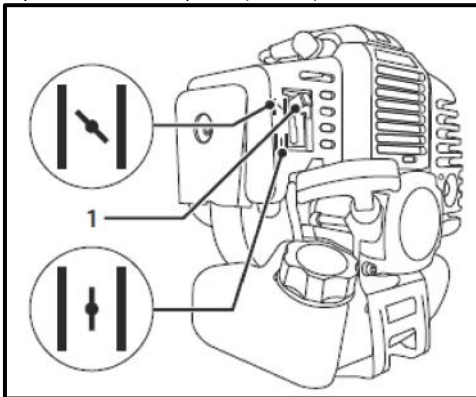
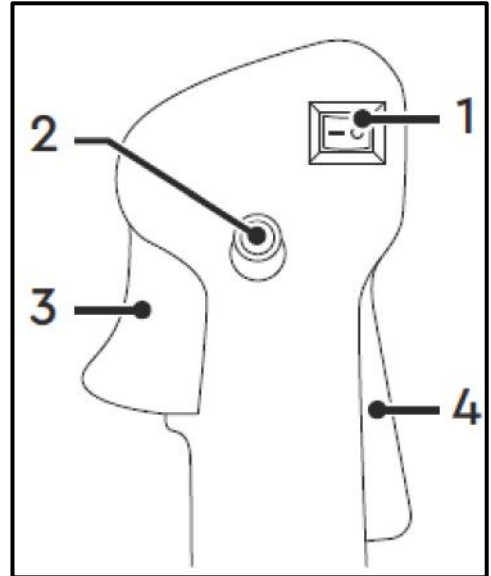

Рис. 23
Рис. 24
- Переведіть важіль повітряної заслінки (1) догори, у положення «Закрито» (Рис. 23).
- Натисніть на вимикач запалювання (1), перевівши його в положення «|» (Рис. 24).
- Переведіть важіль повітряної заслінки (1) у положення «Відкрито» (Рис. 24). Очікуйте до двох хвилин для прогрівання двигуна.
Для повторного запуску прогрітого двигуна можна не натискати праймер (1) (Рис. 23) та залишити повітряну заслінку (1) (Рис. 24) у положенні «Відкрито»
- Для того щоб ріжучий елемент почав обертатися, натисніть і утримуйте клавішу блокування важеля газу (4), важіль газу (3) (Рис. 24).
- Куцоріз оснащений кнопкою (2) фіксації важеля газу (3) в натиснутому положенні, що суттєво додає зручності при роботі. Для того щоб зафіксувати важіль газу (3) в натиснутому положенні, необхідно натиснути й утримувати клавішу блокування важеля газу (4) та важіль газу (3), після чого натисніть кнопку (2) фіксації важеля газу (3). Відпустіть органи управління рукоятки (Рис. 24).
- Натисніть на вимикач запалювання (1), перевівши його в положення «0» – «Запалювання вимкнено», після чого двигун заглухне (Рис. 24).